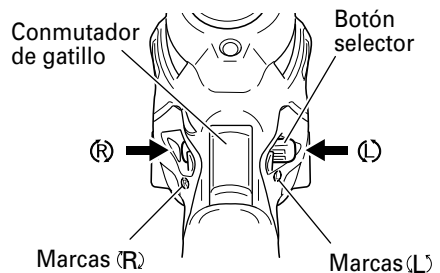

Fig. 6
La broca rota hacia la derecha (mirándola desde atrás) al oprimir el lado R (der.) de inversión. El lado L (izq.) se usa para hacer girar la broca a la izquierda (Vea las Fig. 6). (Las marcas (R) y (L) están en el cuerpo del taladro.)